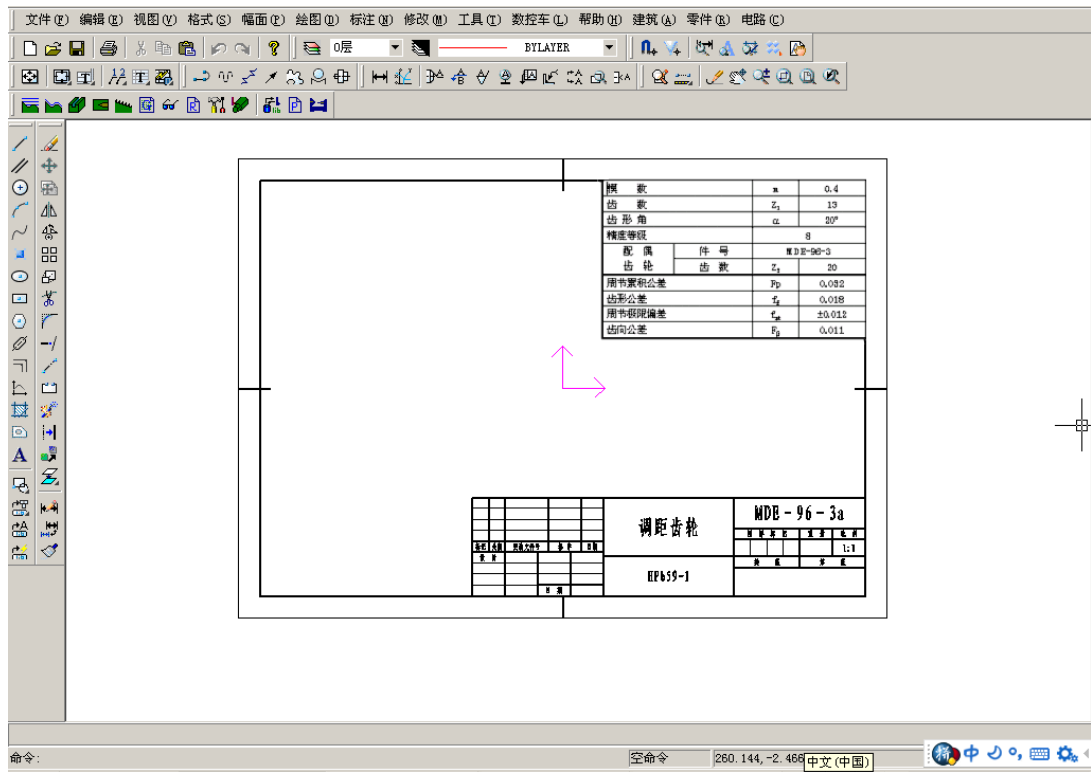

图 16-25 操作结果
4. 这时可以看到插入对象的大小和位置均不合适，尤其是对象的宽度比较小，不足以显示全部表格。用鼠标拖动对象下边框中部的尺寸句柄（即黑色小方块）可增加对象宽度以显示出全部表格。通过鼠标拖动对象及其四周的八个尺寸句柄，可将表格调整到合适的尺寸和位置，如图 16-25 所示。